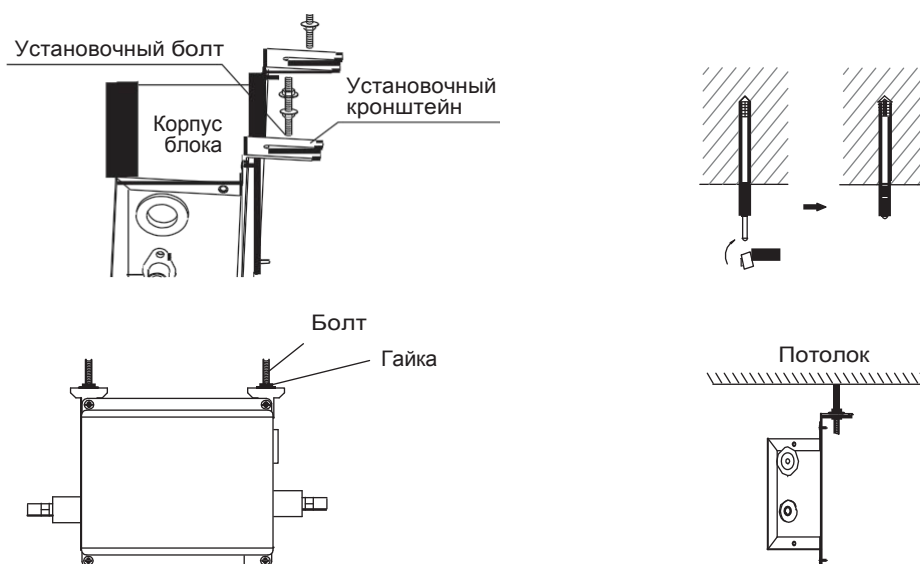

Рис. 10.10
10.2.13.2 Для установки на потолке необходимо предварительно просверлить отверстия в потолке, вставить втулки и закрепить при помощи шпилек (М8) и установочных кронштейнов (рис. 10.10).